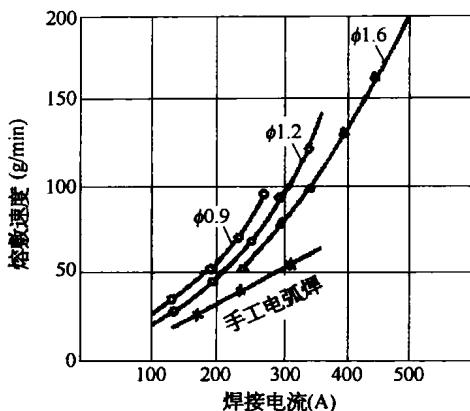
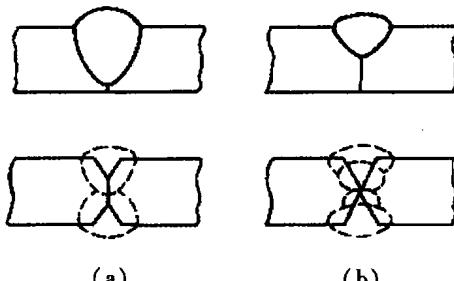

图 1-4 焊接电流对熔敷速度的影响
图 1-5 CO_2 气体保护焊与手工电弧焊坡口比较
(1) CO₂气体保护焊采用的电流密度比手工电弧焊大得多，见表 1-1。由表 1-1 可以看出，CO₂气体保护焊采用的电流密度通常为 100 ~ 300 A/mm²，焊丝的熔敷速度高(图 1-4)，母材的熔深大，对于 10 mm 以下的钢板可以开 I 形坡口一次焊透，对于厚板可以加大钝边、减小坡口，以减少填充的金属，提高焊接效率，如图 1-5 所示。